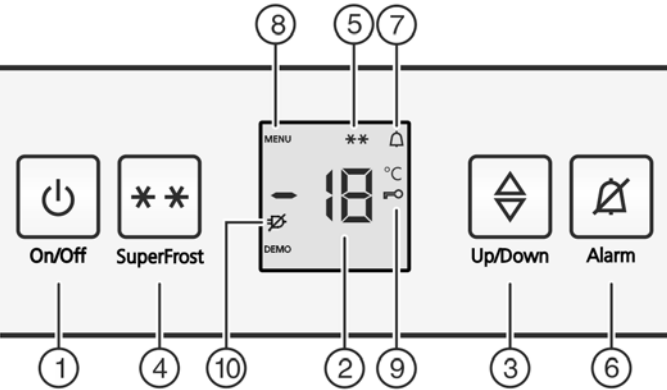

Fig. 2
- ▶ Нажать кнопку On/Off Fig. 2 (1).
- ▶ Активация режима настройки: Нажмите кнопку SuperFrost Fig. 2 (4) и удерживайте ее прим. 5 секунд.
- ▷ На индикаторе будет отображаться символ «Меню» Fig. 2 (8).
- ▶ Для подтверждения нажать и отпустить кнопку «SuperFrost» Fig. 2 (4).
- ▷ На индикаторе горит символ «Защита от детей» Fig. 2 (9).
- ▶ нажмите и отпустите кнопку "On/Off" Fig. 2 (1).
- ▷ Символ «Защита от детей» Fig. 2 (9) гаснет.
- ▶ Нажмите кнопку Alarm Fig. 2 (6).
Одновременно мигает индикация температуры и символ тревоги Fig. 2 (7).
Звуковой сигнал выключается автоматически, символ аварийного сигнала Fig. 2 (7) выключается и индикатор температуры перестает мигать, если температура снова становится достаточно низкой.
► Нажмите кнопку Alarm Fig. 2 (6).